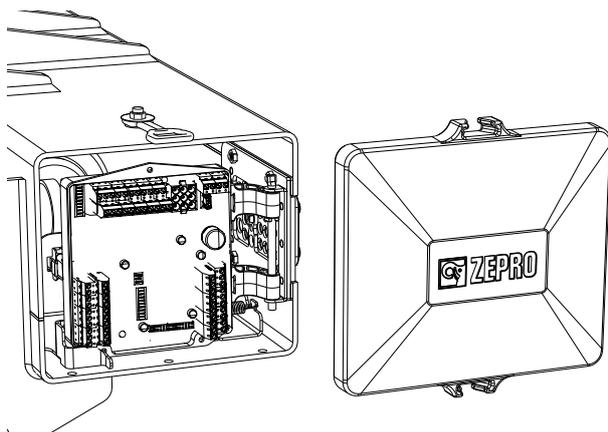

Abbildung 19. Die Schutzabdeckung abnehmen.
2. Die Schutzabdeckung abnehmen und mit einer Gummischlaufe befestigen, siehe Abbildung 19.